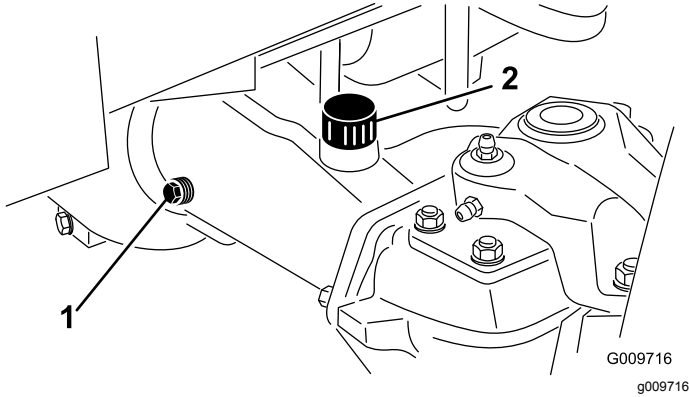

Figura 85
2. Retire un tapón de verificación de un extremo del eje y asegúrese de que el lubricante llega al borde inferior del orificio (Figura 85).